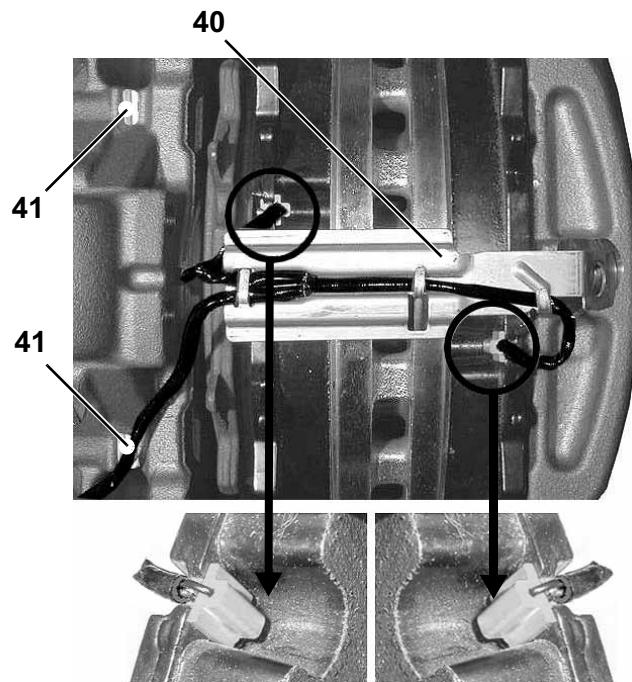

Рис. 25
- Установите **новый** предварительно подсобранный индикатор износа и направляющую пластину кабеля 40, затем вставьте контакты датчика (отмечены жирн. стрелками на Рис. 25) в тормозные колодки.